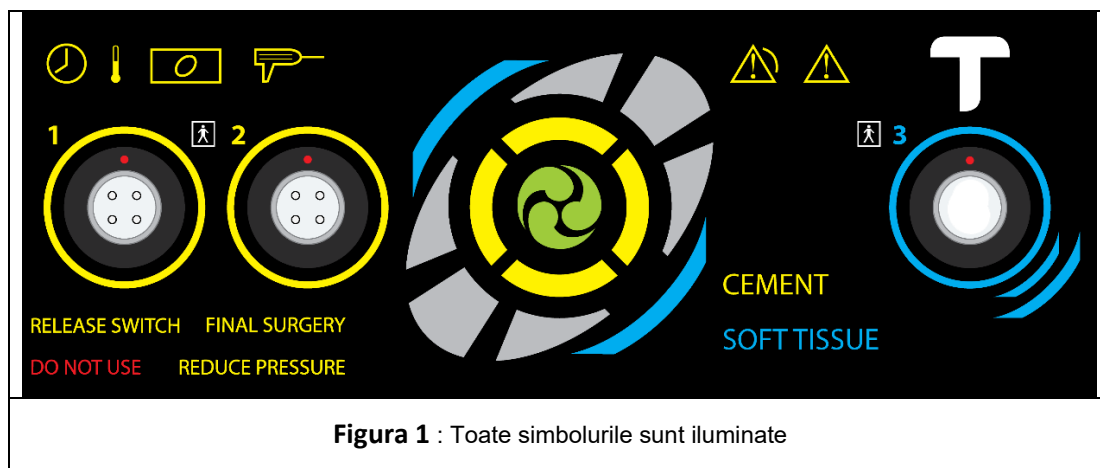

Figura 1 : Toate simbolurile sunt iluminate
- Generatorul va porni acum cu un indicator audio de tonuri, efectuați un scurt test de iluminare a ecranului complet, după cum se arată în Figura 1